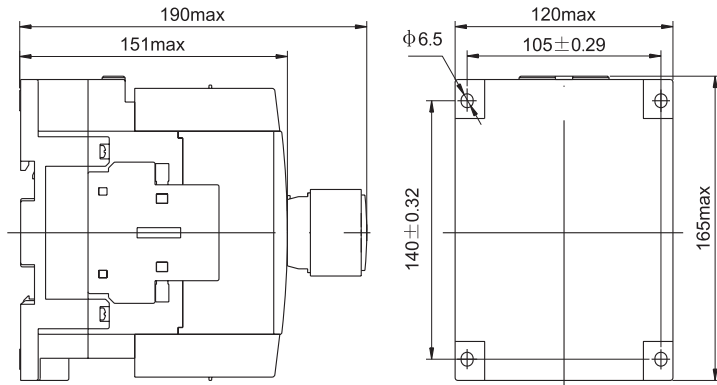

图 2 RDC67-140 ~ 170A
7.2 RDC67-140 ~ 170A外形尺寸及安装尺寸见图2。